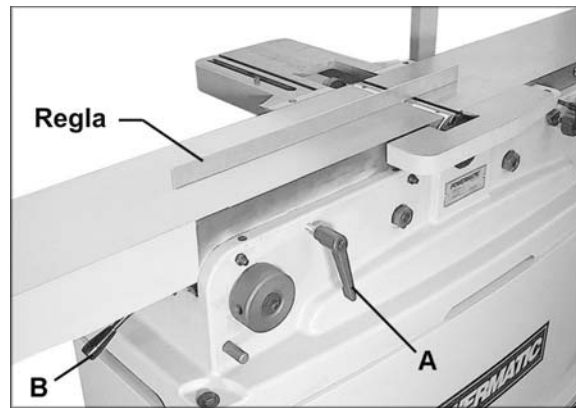

Figura 23
4. Afloje la manija de bloqueo en la mesa de salida (vea A, Figura 23). Use la manija de elevación (B, Figura 23) para elevar la mesa de salida a una altura mayor a la de la cuchilla.
2. Eleve la mesa de salida aflojando la manija de bloqueo (A, Figura 23) y usando la palanca (B).
6. Bloquee la mesa de salida en esa posición mediante el bloqueo de la manija de bloqueo (A, Figura 23).